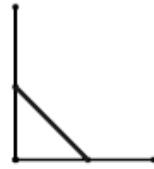

图 5.6.16 未修剪的倒斜角
- 如果取消选中 **修剪输入曲线** 时，则绘制的倒斜角如图 5.6.16 所示。